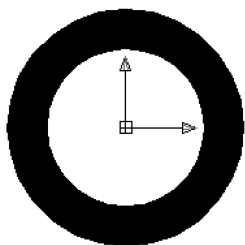

图 3-22 绘制圆环
【例 3-9】 在坐标原点绘制一个内径为 $R10$, 外径为 $R15$ 的圆环, 如图 3-22 所示。
4) 在命令行的【指定圆环的中心点或 <退出>:】提示下输入 (0, 0), 指定圆环的圆点为坐标系原点, 如图 3-22 所示。